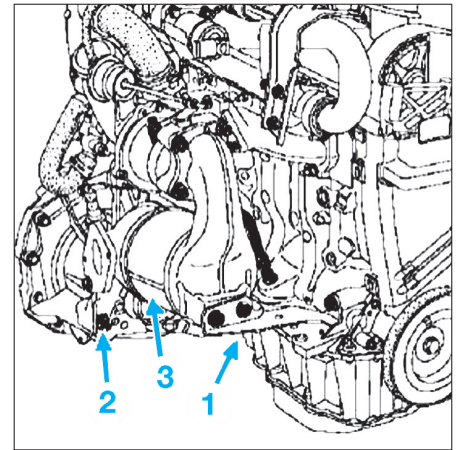

FIG. 6
- la béquille (1) entre le catalyseur et le bloc-cylindres côté distribution (Fig.6).